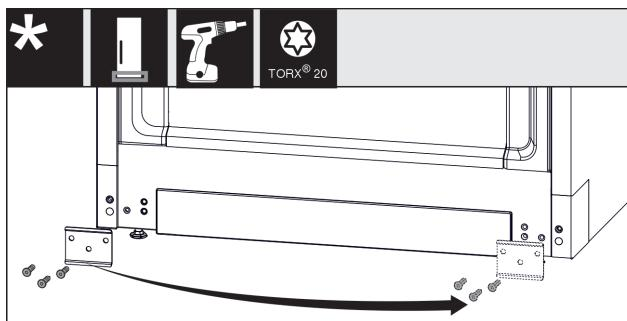

Fig. 12
- Открутите лист, переставьте на другую сторону и снова прикрутите. Fig. 12 (1)
- Снова установите крышку с другой стороны. (1)